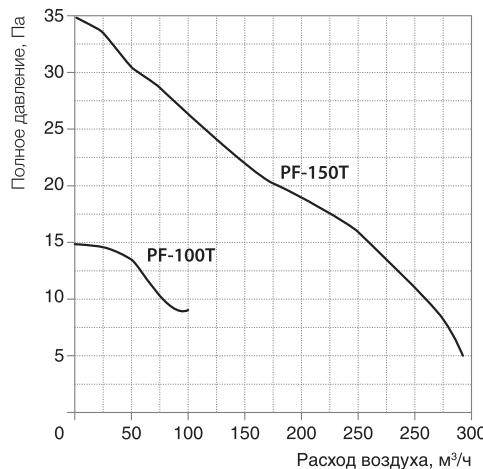

Рис. 1
- Вытяжной воздух должен выводиться наружу, а не в потолочное или чердачное пространство, для этого используется воздуховод небольшой протяженности, а также подходящие обратные клапаны (рабочую точку можно определить по рис. 1).